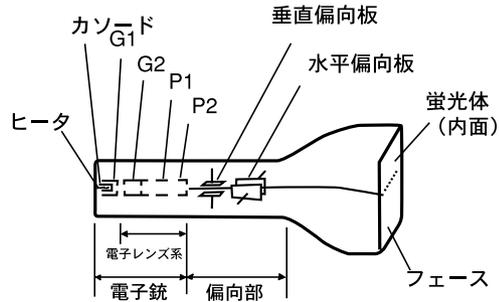

図1
**II. 原理** オシロスコープは、表示にブラウン管を使用しているため、電気信号の極めて速い時間変化を観測できる。図1にブラウン管の構造を、図2にオシロスコープの回路構成を示す。ブラウン管の中では次のような事が起こっている。ヒータによって熱せられたカソードから飛び出した熱電子は、途中の電子レンズ系（電極G1、G2、P1、P2）によって収束、加速される。こうして得られた電子ビームは、偏向部にある水平、垂直の偏向電極にかけられた電圧によって向きを変えられ、蛍光体が塗られた陽極に当り、点状の蛍光を発する。この水平と垂直偏向電極に相関のある信号（例えばアンプの入力と出力の信号など）を加えると、入力と出力の関係が蛍光点の軌跡として表示される。この使い方をX-Yスコープと呼ぶ。